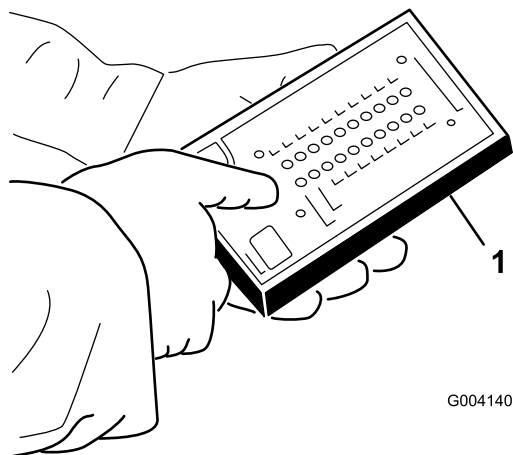

Figure 40
4. Branchez le connecteur de l'outil de diagnostic ACE au connecteur du faisceau de diagnostic (Figure 40).